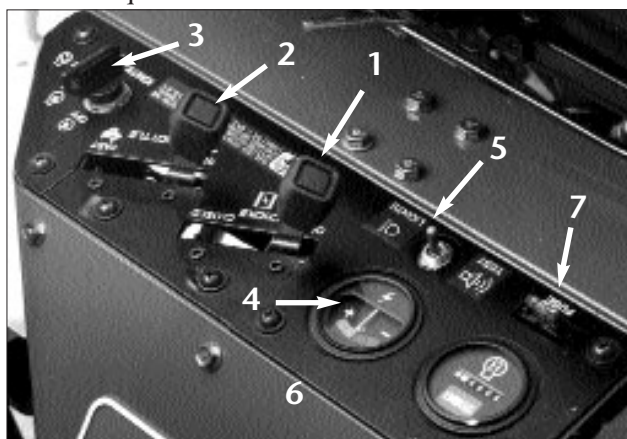

Figure 13
**VOLTMETRE** (Fig. 13)—Le voltmètre indique la tension du système électrique.
**FUSIBLE** (Fig. 13)—Le fusible de 10 A fait partie du circuit électrique.
**COMMUTATEUR ESSAI DETECTEUR DE FUITE/PHARES** (Fig. 13)—De la position centrale, déplacer le commutateur en arrière pour contrôler le fonctionnement de l'alarme du détecteur de fuite et du temporisateur. Déplacer le commutateur vers l'avant pour actionner les phares en option.
**COMPTEUR HORAIRE** (Fig. 13)—Indique le nombre d'heures total d'utilisation de la machine. Le compteur horaire se déclenche chaque fois que la clé de contact est mise sur ON (MARCHE).
**MANETTE DE REGLAGE DU SIEGE** (Fig. 13)—Située à gauche du siège, cette manette permet de régler le siège sur une plage de 10,5 cm en avant et en arrière.